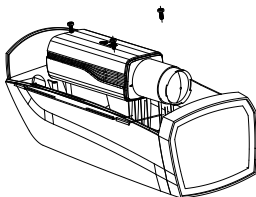

Abbildung 2-6 Kamera im Gehäuse befestigen
2. Befestigen Sie den Kameraschlitten mit der Kamera wieder im Gehäuse, wie in Abbildung 2-6 gezeigt.